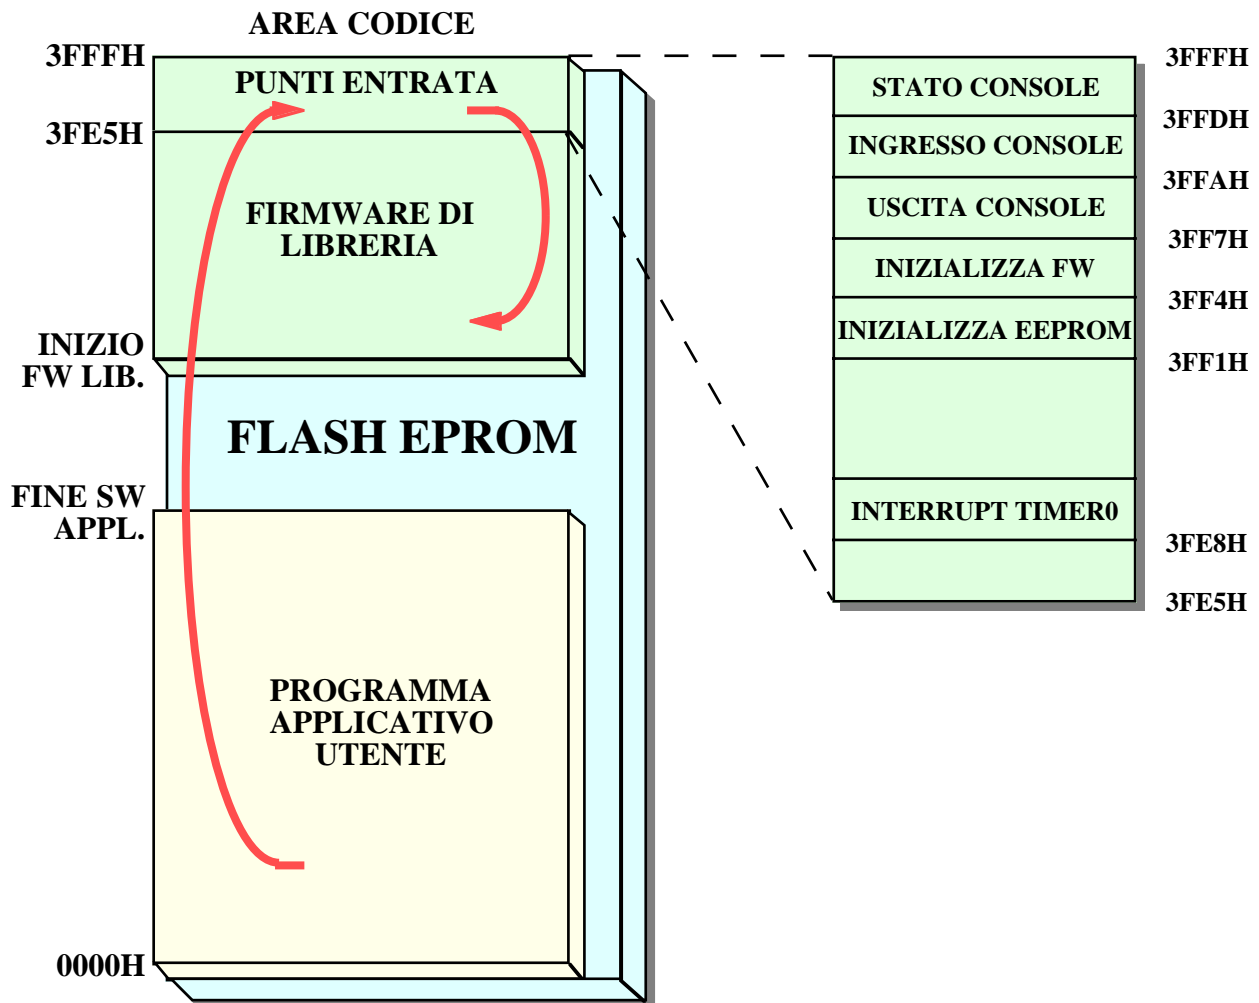

FIGURA 3: ORGANIZZAZIONE AREA CODICE CON LIBRERIA
d) Fisicamente la libreria coincide con un codice eseguibile che deve essere salvato al termine della area codice del microcontrollore come indicato in figura 3. Tale codice viene fornito nel file QTP16Bxx.HEX che, grazie al suo formato HEX, può essere utilizzato direttamente per la programmazione della FLASH. In quest'ultima memoria oltre al firmware descritto si dovrà salvare anche il codice eseguibile del programma applicativo utente che deve essere naturalmente allocato all'inizio dell'area codice, in modo che venga immediatamente eseguito a seguito di un'accensione o di un reset. Il passaggio dal programma applicativo alla libreria é effettuato tramite un'opportuna tabella di entrata, allocata ad indirizzi fissi, che funge da ponte di collegamento tra i due codici presenti.
f) Ridirezionare il vettore di risposta all'interrupt **TIMER0** del microcontrollore, al corrispondente punto d'entrata della libreria indicato in figura 3. La ridirezione descritta deve essere realizzata seguendo le regole dell'ambiente di sviluppo e normalmente coincide con un'istruzione di salto assoluto (ad esempio **LJMP 3FE8H**) all'indirizzo di entrata, posta nella procedura di risposta al relativo interrupt. Si ricorda che la ridirezione dell'interrupt **TIMER0** è indispensabile per ottenere un completo funzionamento della libreria, in particolare per tutti i processi basati sul tempo come la scansione tastiera, attivazione temporizzata delle risorse, intermittenza, shift messaggi, rappresentazione orologio, ecc.
Come descritto nei paragrafi precedenti la libreria deve essere salvata nella FLASH EPROM del microcontrollore assieme al programma applicativo utente, come illustrato in figura 3. Questo salvataggio avviene tramite una programmazione ISP (In System Programming) che riduce i costi ed i tempi di sviluppo dell'applicazione.